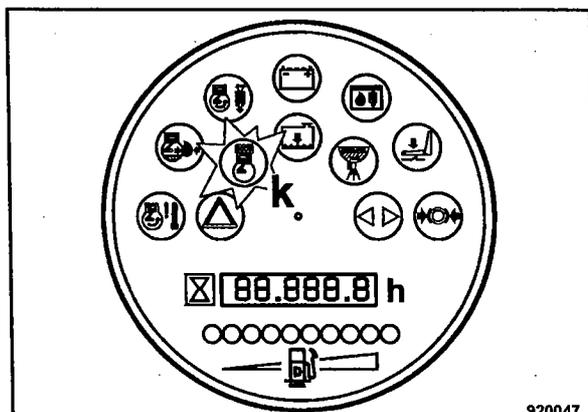

Fig. 43
- La lámpara de control para precalentamiento k (Fig. 43) se enciende en el instrumento combinado para unos 6 segundos.